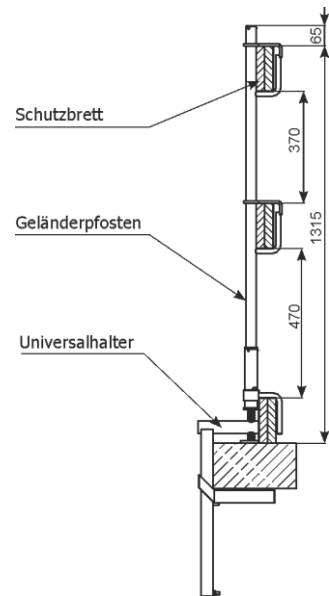

Abb. 46 Montage des Systems beim Einsatz von Universalhaltern
2.5 Montage der Universalhalter und der Universalhalter 1000 (Abb. 46, 47, 48)
Der Universal-Klemmhalter ist an den bestehenden und festen Flächen und Konstruktionen zu montieren, deren Bauteildicke 440[mm] nicht überschreitet. Der Universalhalter 1000 wird an Elementen mit Bauteildicke von 100[mm] bis 1000[mm] befestigt. Der Halter besitzt einen beweglichen Arm, der mit einer Verschiebung 15[mm] eingestellt (für den Universalhalter 1000 beträgt die Verschiebung 30[mm]) und danach fixiert werden kann, indem die Halterungshülse mit einem Anzugsmoment 35[Nm] eingedreht wird. Der Geländerpfosten kann bei den Universalhaltern und Universalhaltern 1000 an drei Stellen (Abb. 16 und 17) befestigt werden – in der Halterungshülse, im Halterungsbalken und am Halterungsarm (Abb. 46, 47, 48). Je nach Montage kann die Verlängerung 150, 250 bzw. 500 verwendet werden.